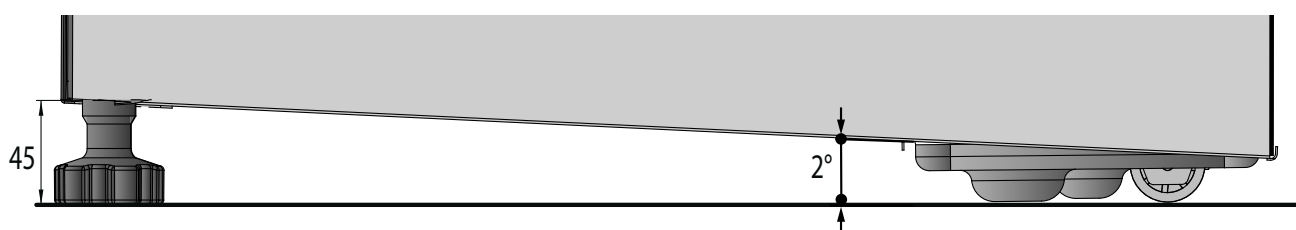

Figura 6
- El refrigerador viene por defecto con el tornillo nivelador plástico a una altura de 45mm con respecto al suelo, y una inclinación de 2°. Estas especificaciones son las óptimas por diseño, desempeño, seguridad y estabilidad, por fuera de estas especificaciones existe el riesgo de volcamiento del producto. Si el usuario decide modificar esta condición lo podrá realizar bajo su responsabilidad. (Figura 6).